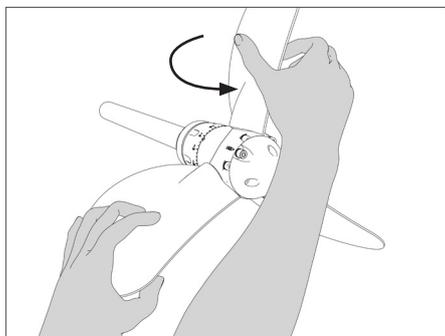

ABB. 22 Propellerblätter in die Segelposition bringen
- Bringen Sie die Propellerblätter in die Segelposition (**Abb. 22 - 23**).